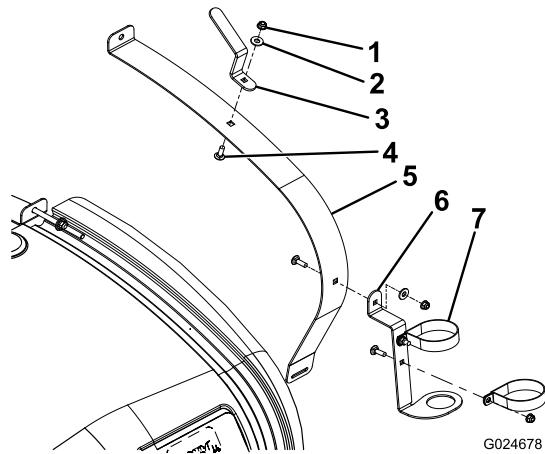
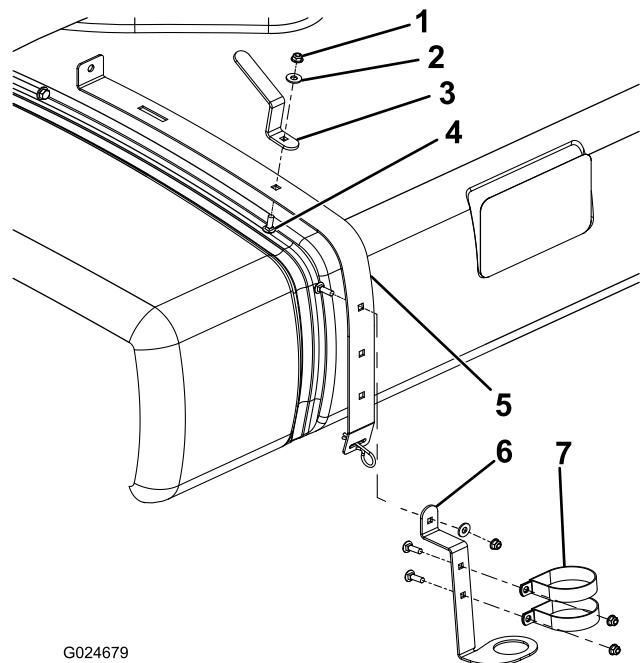

図 1
図 2
- マルチプロ 1750では、右前の固定ベルトをゆるめる（図 1）。
- マルチプロ WMでは、右後ろの固定ベルトをゆるめる（図 2）。
- スプレーガン・ブラケットを取り付ける；図1に示すように取り付けるか、図2 キャリッジボルト、平ワッシャ、フランジヘッドナットを使用する。
4. ホース用フックを取り付ける；図1に示すように取り付けるか、図2 キャリッジボルト、平ワッシャ、フランジヘッドナットを使用する。